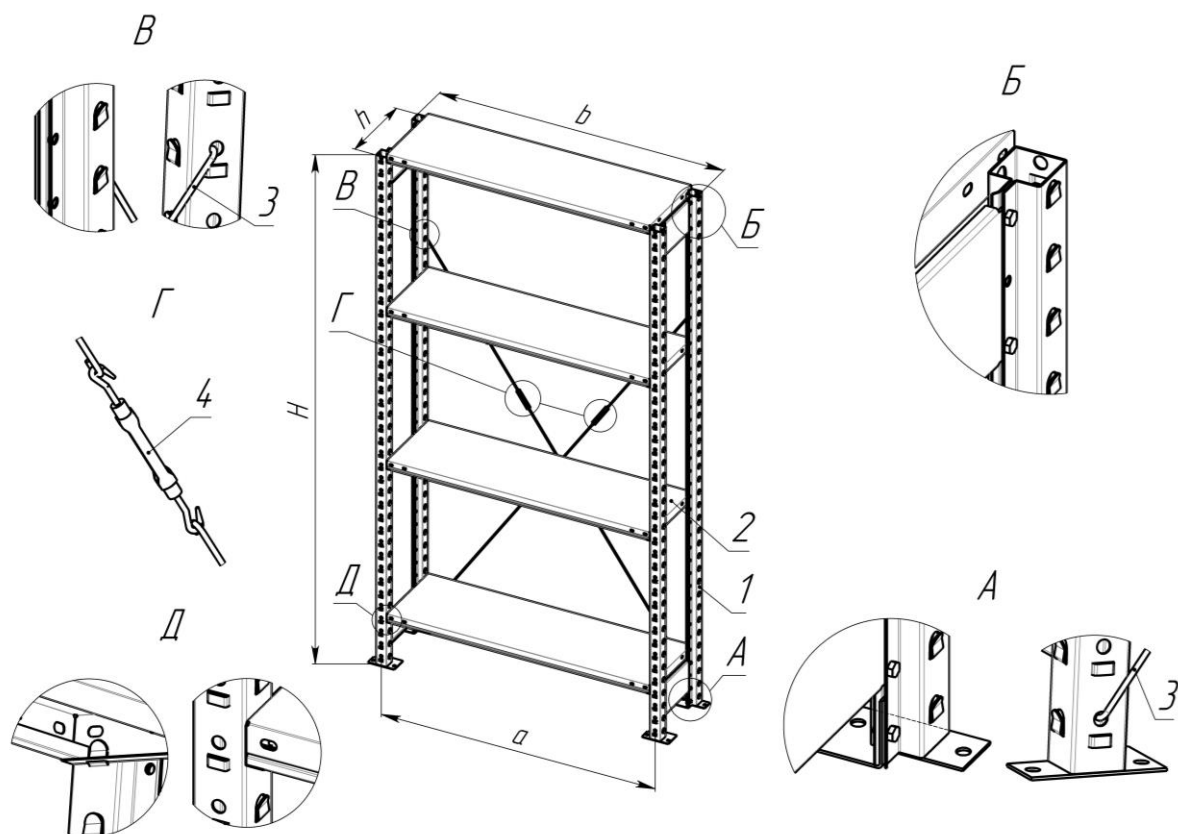

Рис. 1 – Схема сборки секции стеллажа серии СГ
Сборка стеллажа производится в соответствии со схемой сборки (рис. 1).
- 3.3. Поставьте вертикально две рамы и установите на зацепы нижнюю и верхнюю полки на необходимой высоте (рис. 1). Полки должны быть плотно вставлены в зацепы на стойках до упора с усилием от руки. При установке полок, придерживайте рамы от их падения.